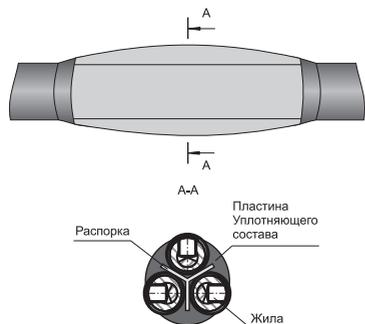

Рисунок 15.
4.29 Расположить между жилами кабелей пластины уплотняющего состава (призмы), предварительно сняв с них бумагу. Пластины уплотняющего состава должны располагаться большей стороной наружу. Руками утрамбовать пластины между жилами и распоркой, а также между пальцами перчатки. Допускается подогрев пластин уплотняющего состава и распорки горелкой (рисунок 15).